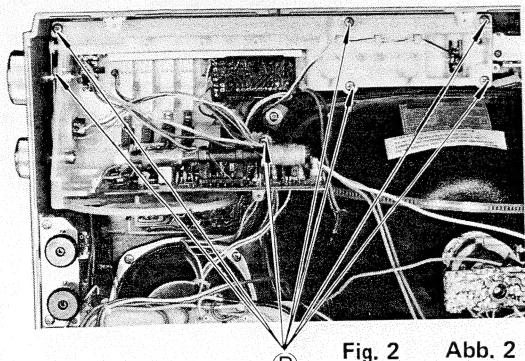

Fig. 2 Abb. 2
2. Remove 7 screws **B** as shown in Fig. 2.
2. Die in Abb. 2 gezeigten 7 Schrauben **B** entfernen.